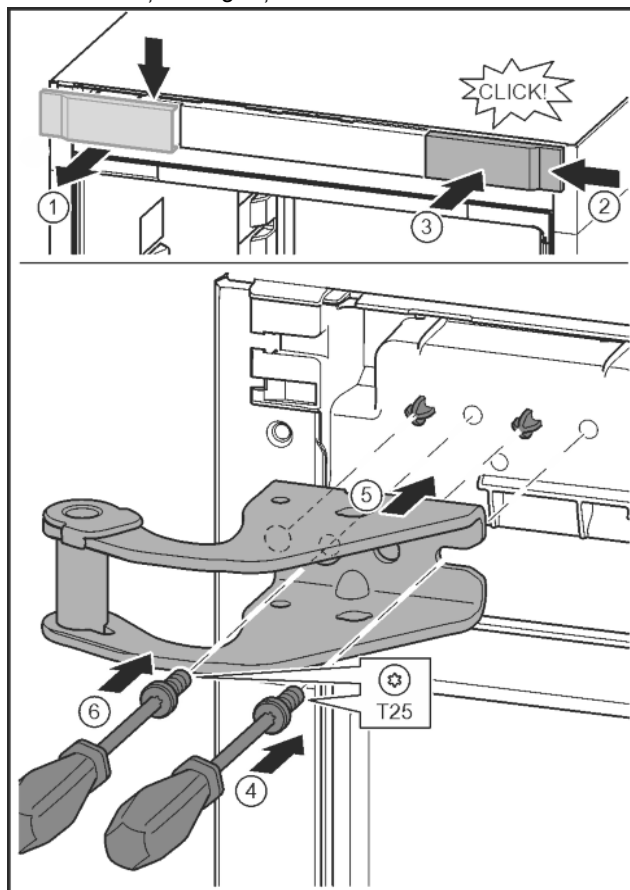

Fig. 12
- ▶ Atvienojiet pārsegu un noņemiet sāņus. Fig. 12 (1)
- ▶ Iekabiniet pārsegu, pagrieztu par 180°, otrajā pusē no labās puses. Fig. 12 (2)
- ▶ Nofiksējiet pārsegu. Fig. 12 (3)
- ▶ Ar skrūvgriezi T25 pielieciet skrūvi. Fig. 12 (4)
- ▶ Pielieciet augšējo gultņa balstu. Fig. 12 (5)
- ▶ Aizskrūvējiet skrūvi. Fig. 12 (4)
- ▶ Ar skrūvgriezi T25 ievietojiet un aizskrūvējiet skrūvi. Fig. 12 (6)